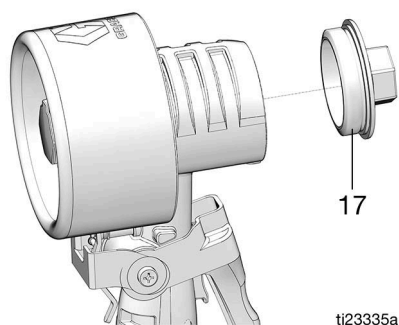

FIG. 11
4. Gire a tampa do medidor (17) no sentido anti-horário para desapertá-la e remova-a do compartimento do medidor (FIG. 11).